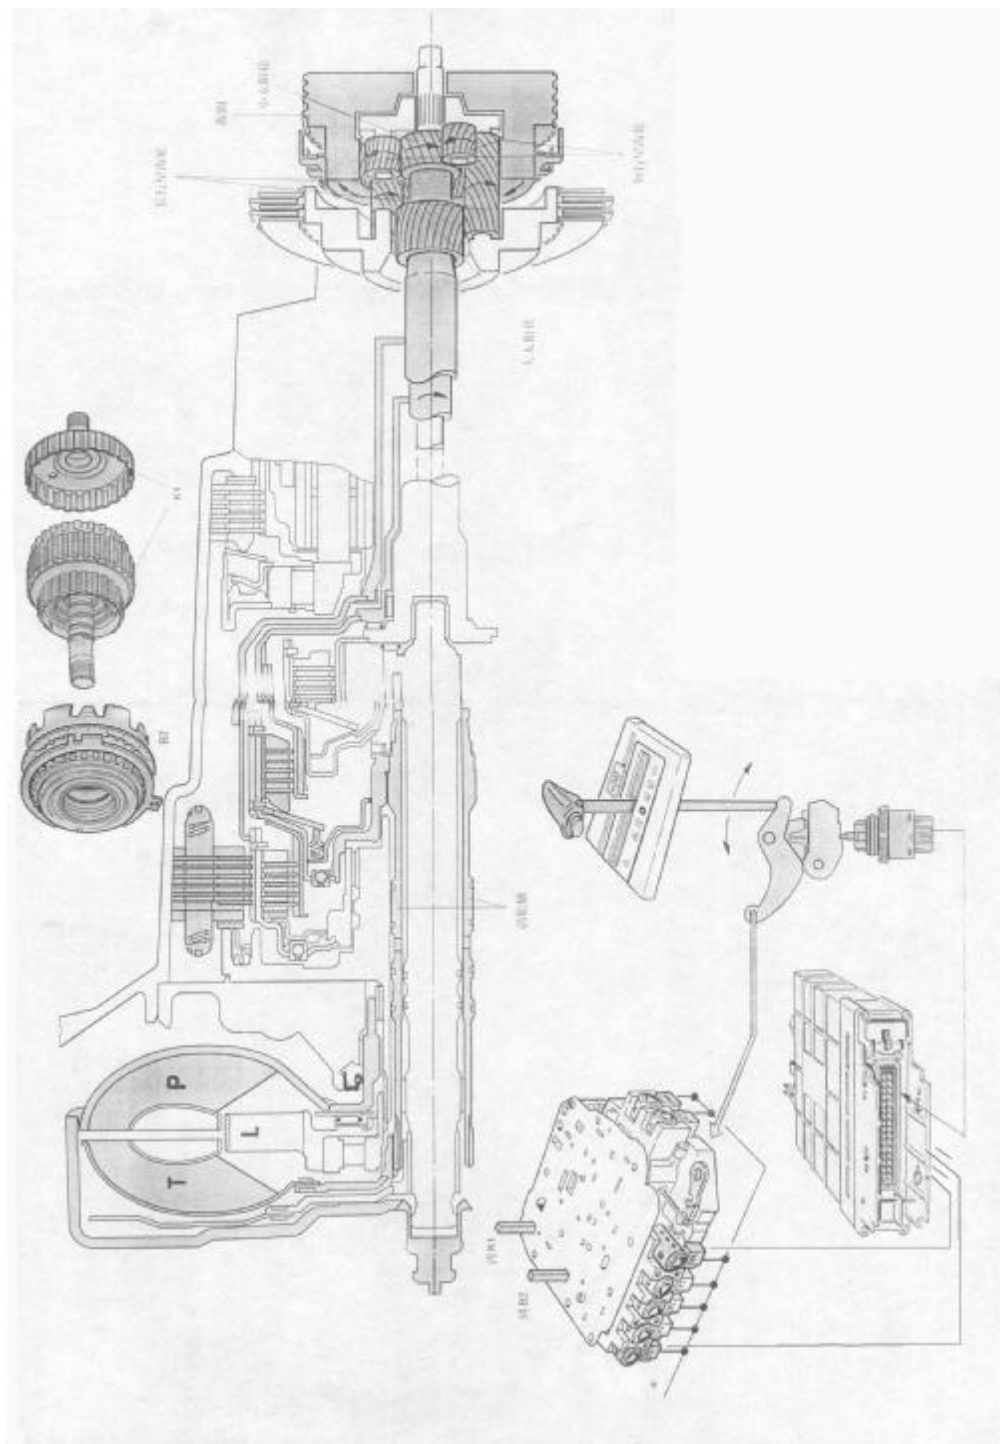

图 7-9 换档杆位于 “D” 档或 “手动 3 档” 时，变速箱处于 2 档，变速箱 “2” 档的动力传递路径
(3) 换挡杆位于“D”档或手动 2 档，变速器处于“2”档，通过手动阀门向片式离合器 K1 和 K2 提供油压，通过电磁阀 EV4 使片式离合器 K2 分离，片式制动器 B2 由电磁阀 EV2 控制并将大太阳轮制动住。其动力传递路径为：泵轮→涡轮→涡轮轴→片式离合器。小太阳轮→短行星齿轮→长行星齿轮。长行星齿轮围绕大太阳轮滚动并驱动齿圈，如图 7-9 所示。